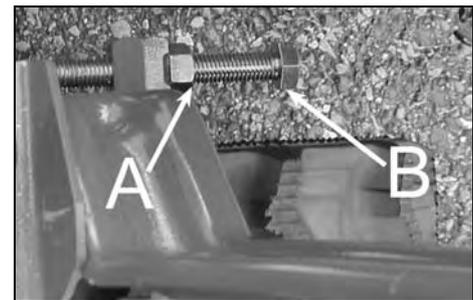

Abb. 26
2. Lösen Sie die Sicherungsmutter an der Einstellschraube für die Kettenspannung (A Abb. 26).